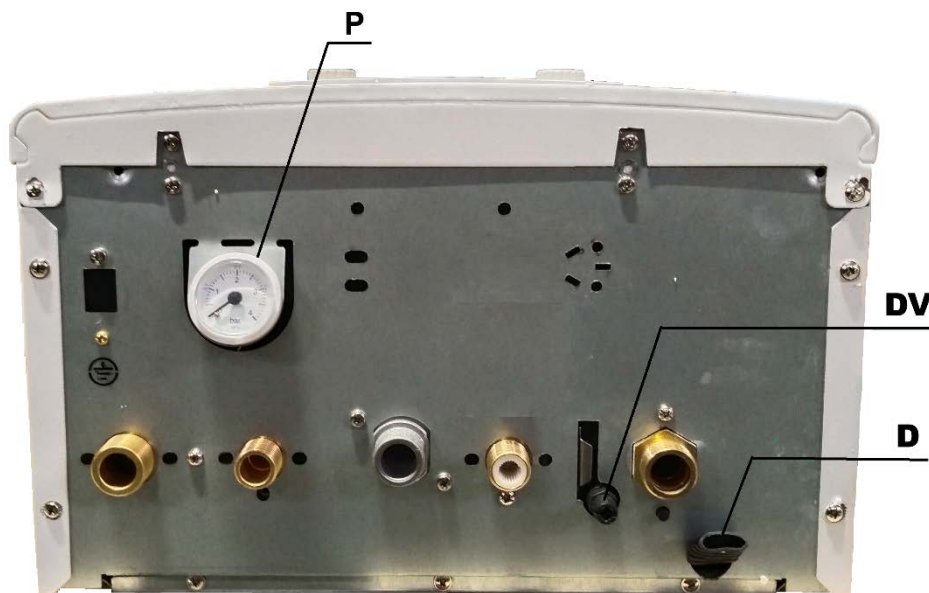

Рис. 10. Вид на котёл снизу
Подсоедините сливной патрубок предохранительного клапана **D** (рис.10) в дренажную канализацию. Присоединение следует выполнять «с разрывом струи», чтобы иметь возможность визуально контролировать факт срабатывания предохранительного клапана и проходимость дренажного трубопровода.
- После удаления воздуха из системы отопления, продолжайте подпитку и отслеживайте давление по манометру **Р**. (рис.10). При установлении давления, равном 1,5 бар, подпитку прекратить.
При необходимости, опорожнение котла производится через сливной кран DV (рис.10). Кран открывается путём проворачивания его, за шестигранный выступ, против часовой стрелки. Для избегания брызг, на «ёрш» крана можно одеть трубку подходящего диаметра.